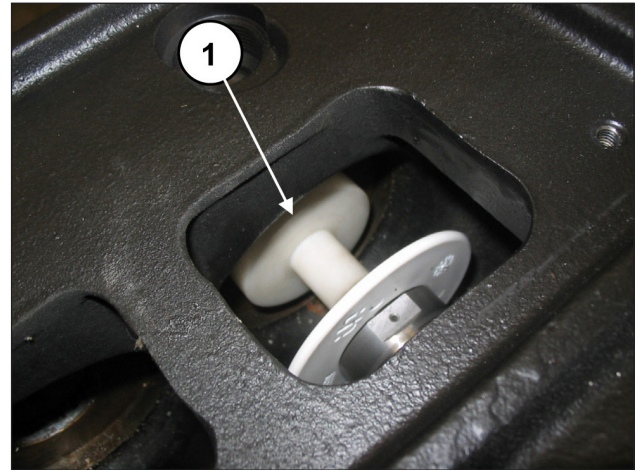

Fig. 153
Tourner manuellement l'arbre de sorte que les 3 pistons se trouvent progressivement en position de point mort supérieur puis insérer le tampon réf. 27516600 entre le guide du piston et le piston (rep. ①, Fig. 153).